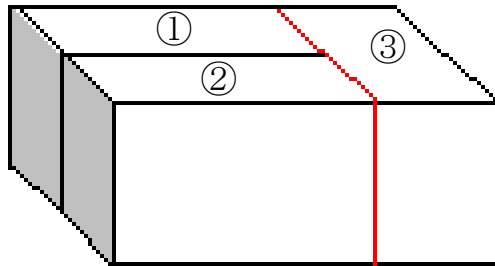
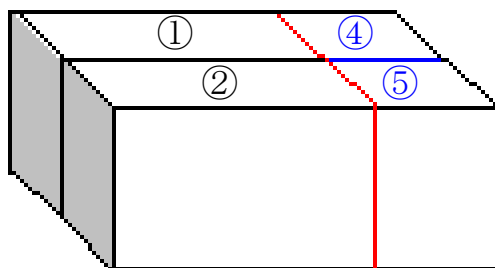

図 48. 結合面の形状不一致.
図 49. 材料を分割して、結合面の形状をあわせる.
電磁界解析で用いられるモデルのほとんどは複数の材料から構成されるため、ADVENTURE\_TriPatch の表面パッチ結合プログラム `mpach` を用いて複数の表面パッチを結合させなければなりません。しかし、図 48 の赤い面のように材料同士の結合面の形状が一致していないとうまく結合されません。このような場合、図 49 のように材料③を④と⑤の 2 つに分割して IGES ファイルを作成することで結合面の形状を一致させれば、成功する場合があります。本節ではこのような場合について具体的な例を挙げて説明します。